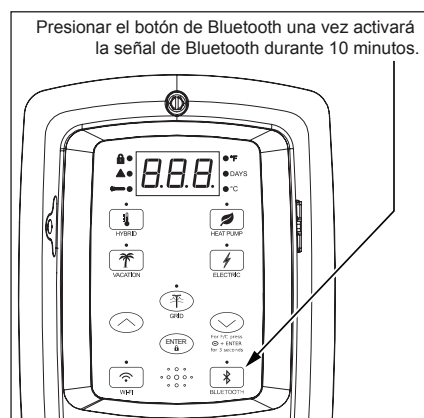

Figura 28 - Control de Bluetooth
- 1** Para activar la señal de Bluetooth, presione el botón Bluetooth una vez. El LED parpadeará en intervalos de 1/2 segundo. El Bluetooth activará el modo de emparejamiento (Figura 28).